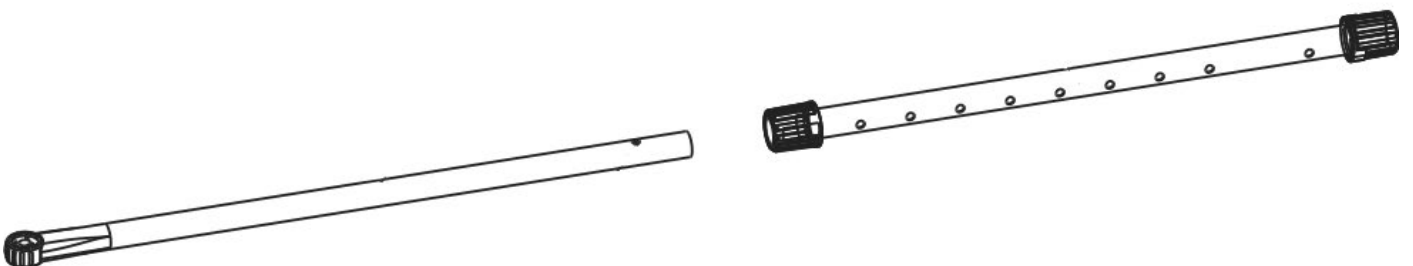

Fig.3 Montage de la tige inférieure sur celle du milieu
2. Ouvrez la bague de blocage sur la tige du milieu, appuyez sur les boutons argentés sur la tige inférieure, glissez la tige inférieure dans celle du milieu jusqu'au verrouillage des boutons (Voir Fig. 3) :